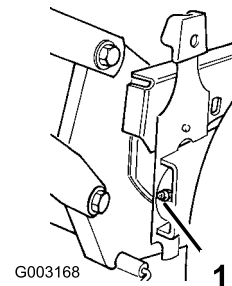

Figure 22
2. Essuyez les graisseurs à l'aide d'un chiffon propre (Figure 22).